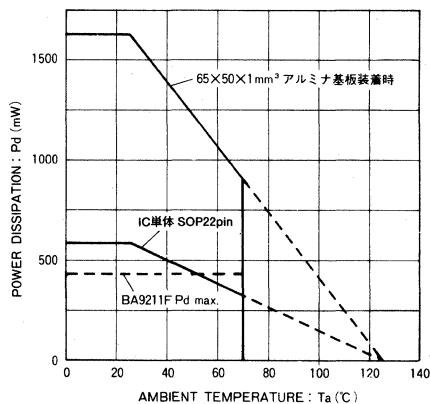

Fig.9
* アルミニ基板65×50×1mm 装着時の値です。単体では550mW。Fig. 9参照。